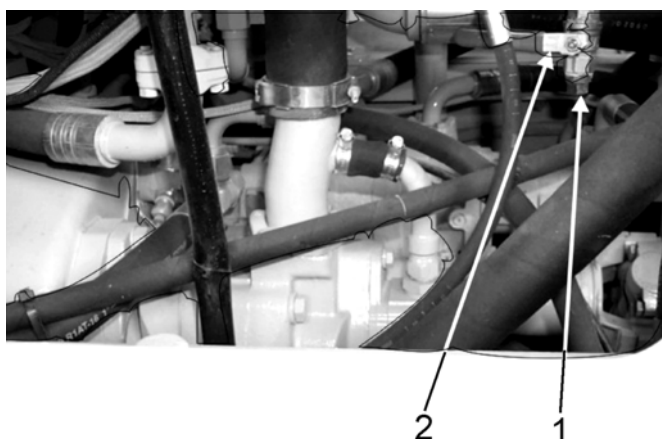

Рис. 5.45. Клапан для слива масла из бака гидросистемы
6. Свинтить защитный колпачок (1, Рис. 5.45) со сливного клапана (2) бака.
7. К сливному клапану вместо колпачка (1) подсоединить сливной шланг, входящий в комплектацию машины. Другой конец шланга опустить в резервуар, имеющий достаточную емкость для того, чтобы в нем поместилось все масло, сливаемое из бака.
8. Открыть сливной клапан (2, Рис. 5.45.) и слить масло из бака гидросистемы. Закрывать сливной клапан.
10. Вновь открыть сливной клапан (2).